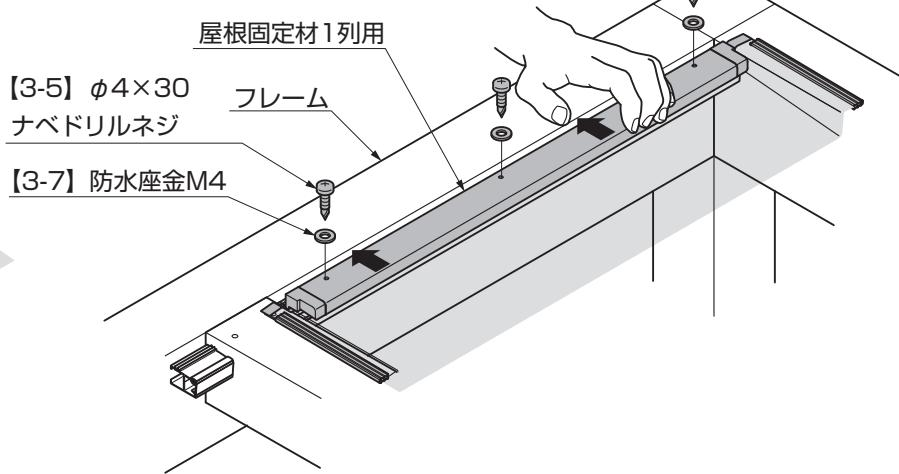

図9-5 A部詳細 屋根固定材 1列用の取付け
③屋根固定材 1列用をフレーム側に引寄せながら 【3-5】、【3-7】 で取付けてください。(図9-5参照)